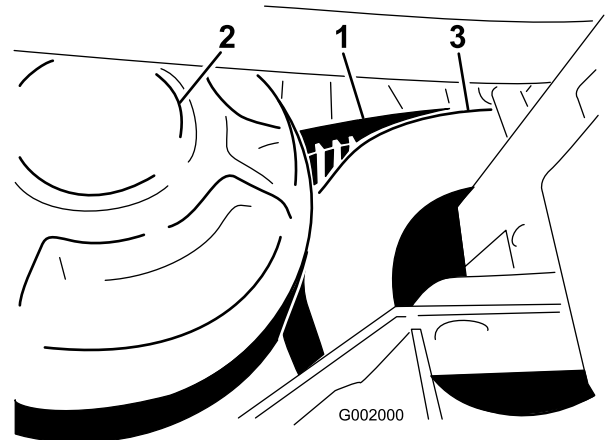

Bild 61
1. Drehen Sie den Riemen und verlegen ihn über die sekundäre Kupplung (Bild 61).